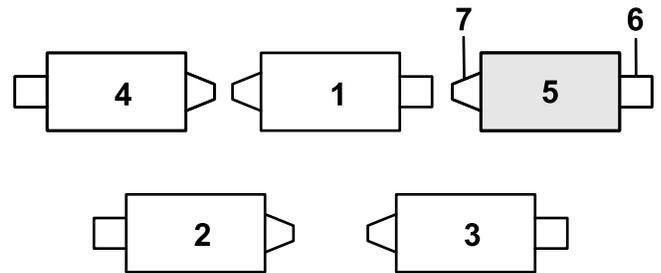

図 12
1. 補正 Springs のロッドの後穴にヘアピンが取り付けられている場合は、ヘアピンを外してブラケットの隣にある穴に移す 図 12。